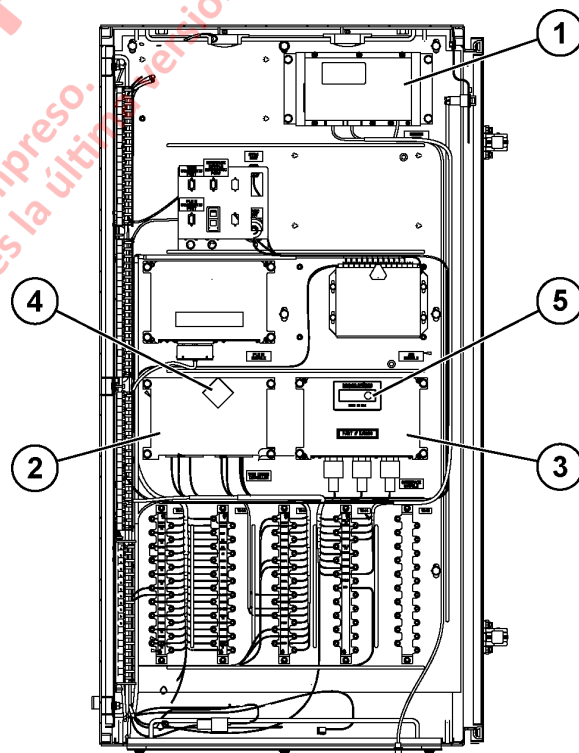
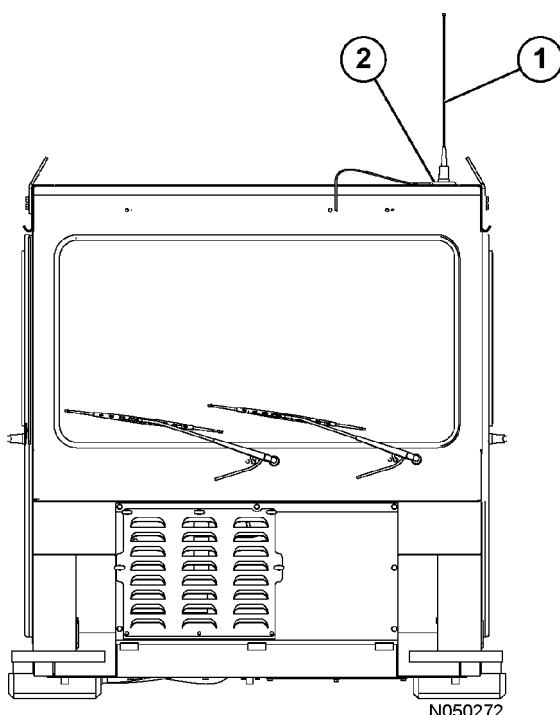

FIGURA 11-1. COMPONENTES DE KOMTRAX PLUS
FIGURA 11-3. ANTENA ORBCOMM
El núcleo de KOMTRAX Plus es el controlador KOMTRAX Plus, que recolecta datos sobre la operación del camión desde los sensores y otros controladores instalados en la máquina. Consulte la Figura 11-1 para ver una vista general de los componentes de KOMTRAX Plus.
El controlador KOMTRAX Plus (2, Figura 11-1) procesa los datos que recibe de controladores externos y almacena los siguientes datos en la memoria interna:
La comunicación con el satélite (por medio de Orbcomm) ocurre automáticamente, pero solo envía ítems de datos críticos. El controlador Orbcomm (1, Figura 11-1) está ubicado dentro del gabinete de control auxiliar. La antena Orbcomm (1, Figura 11-3) está montada en la esquina delantera izquierda de la cabina por medio de un montaje magnético (2).